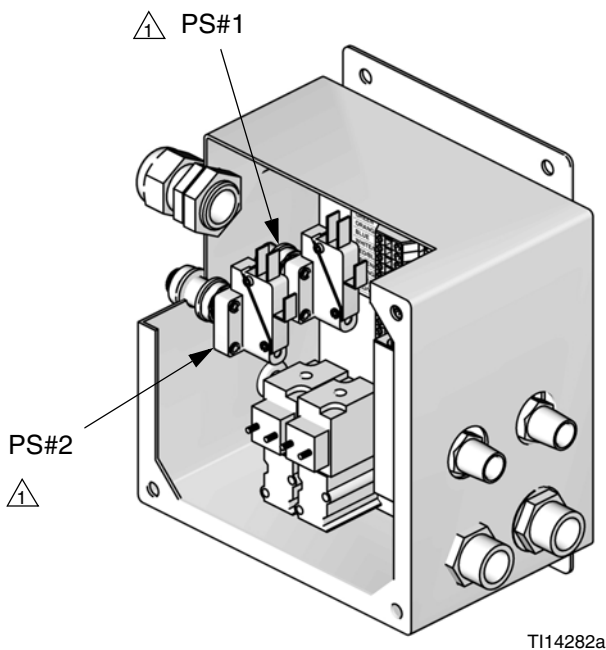

FIG. 5. Druckschalter installieren (2 Möglichkeiten)
1. Jeder Pistolenspülkasten-Einbausatz enthält einen Druckschalter (PS). Die GFB-Schnittstelle kann 1 oder 2 Druckschalter fassen. Bauen Sie den/die Schalter auf der linken Seite der Abdeckung ein. Siehe FIG. 5.